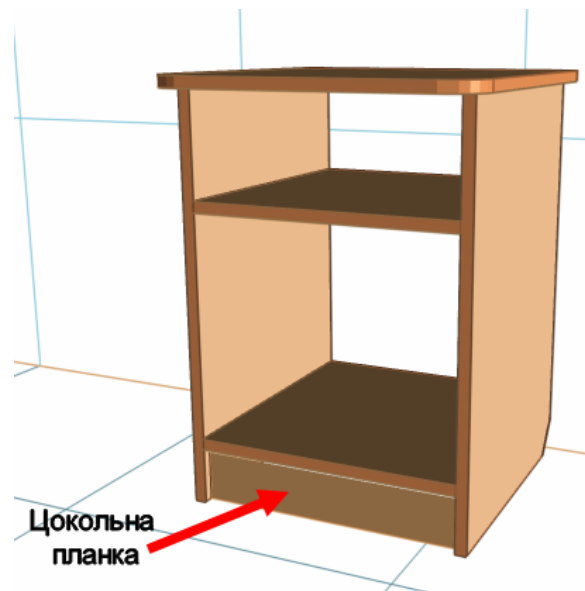

Рис. 2.11. Цокольна планка
15. Побудувати цокольну планку рис. 2.11.